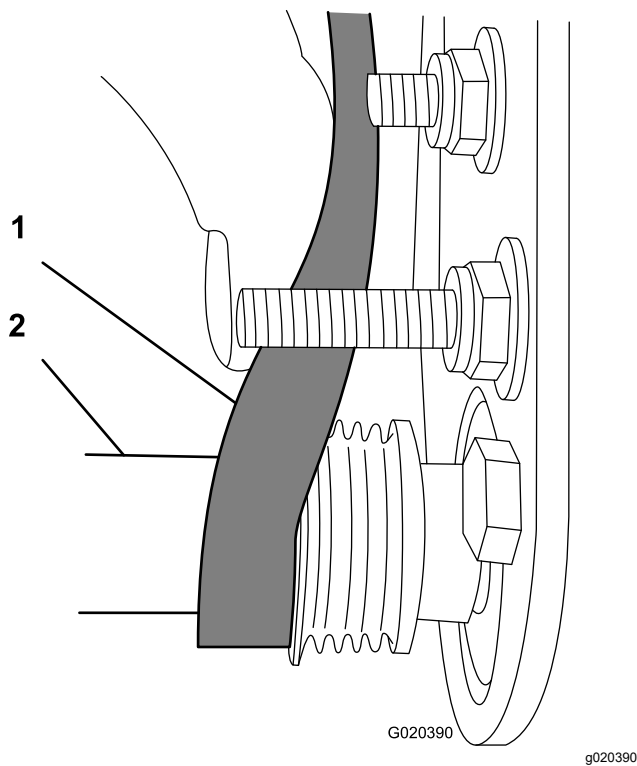

Figure 15
- Commencez à installer la courroie sur la poulie **menée** (Figure 15).
- Avec une clé à douille profonde de 9/16 pouce, tournez la brosse et guidez la courroie sur la poulie menée (Figure 15).